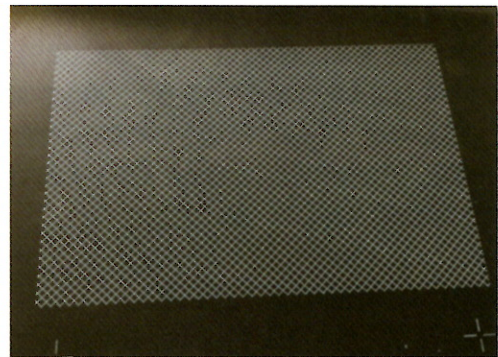

図3 トナーで現像 (静電潜像が見える)
- ④フィルムに印刷版を重ねて電圧を印加する(目に見えない静電潜像ができる)
- ⑤トナーで現像する(目に見えない静電潜像が可視化する、図3)